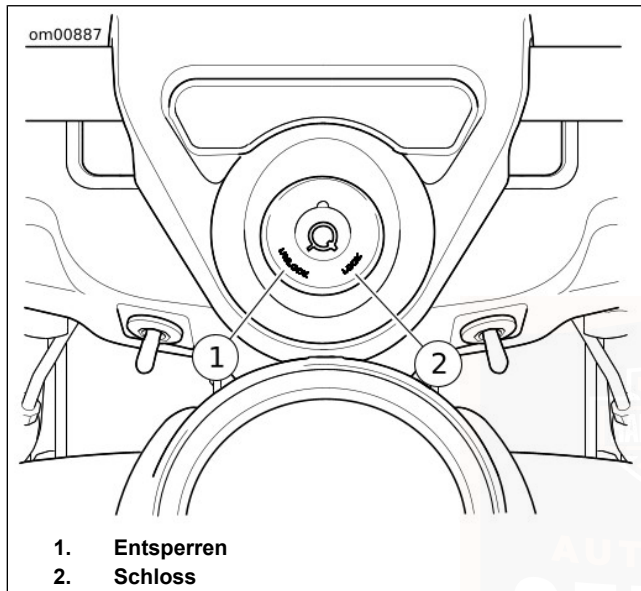

Abbildung 20. Gabelschloss: Modelle ohne Verkleidung
Ohne Verkleidung: Siehe Abbildung 20 . Das Gabelschloss befindet sich an der Oberseite des Lenkkopfs hinter dem Scheinwerfertopf und ist in die Lenkerschellenverkleidung eingelassen.
2. Siehe Abbildung 20. Den Schlüssel einführen und gegen den Uhrzeigersinn in die LOCK-Stellung (versperrt) drehen. Den Schlüssel abziehen.